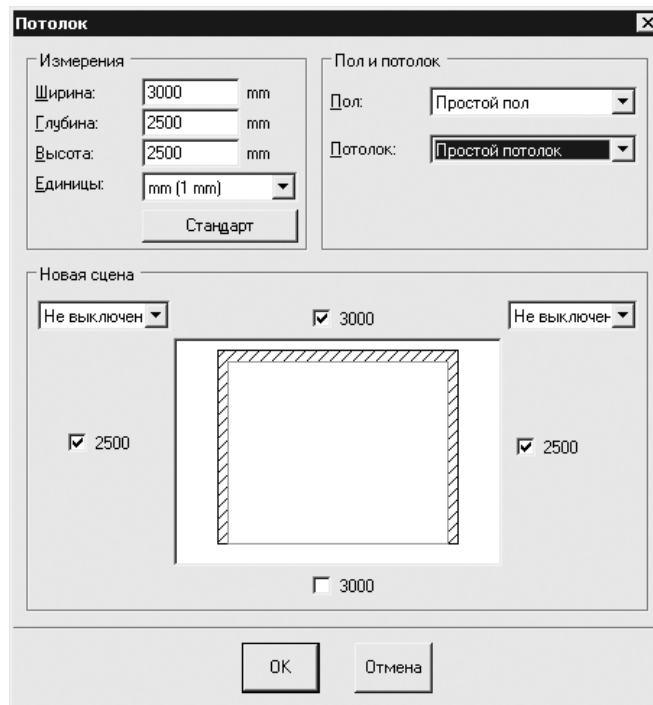

Рис. 6.6
5. Указав все необходимые для работы данные, нажать кнопку ОК — окно Глобальный выбор закрывается и отображается новое окно с настройками размеров помещения (рис. 6.6).